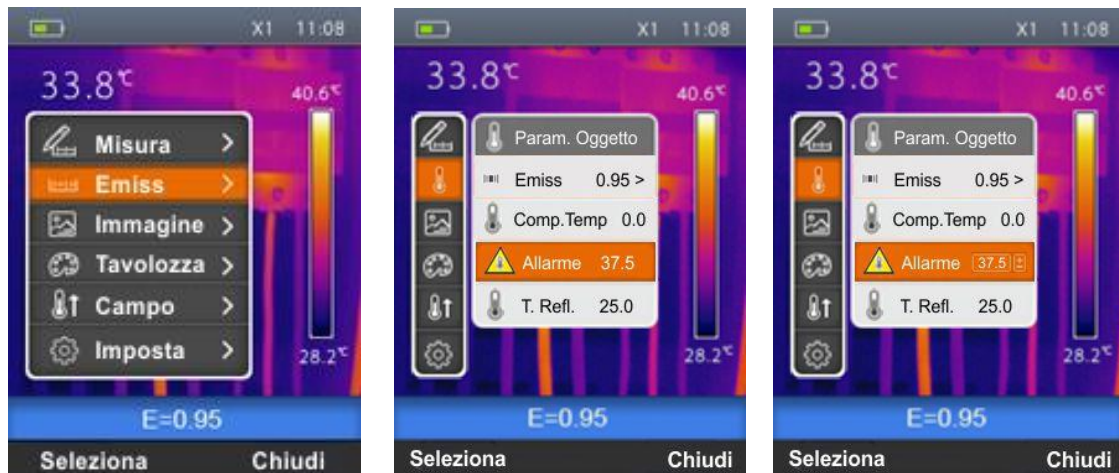

Fig. 20: Impostazione condizione di allarme sulla misura di temperatura
1. Selezionare la voce “Emiss” con i tasti \oplus o \ominus e premere il tasto  La videata di Fig. 20 - Parte centrale è mostrata a display
2. Usare i tasti \oplus o \ominus per selezionare la voce “Allarme” e premere il tasto “Seleziona”. La videata di Fig. 20 – destra è mostrata a display.